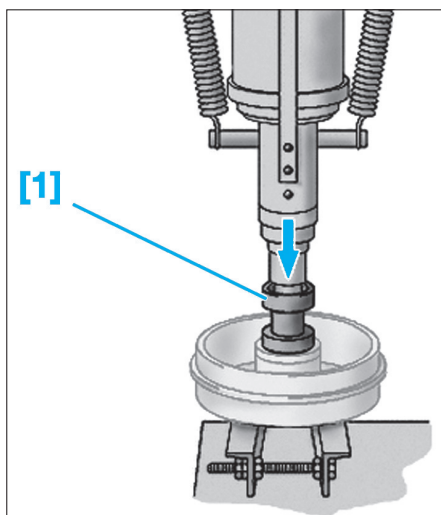

Fig. 70
- Extraire le roulement de moyeu arrière, à l'aide d'une presse et de l'outil [1] (Fig.70).